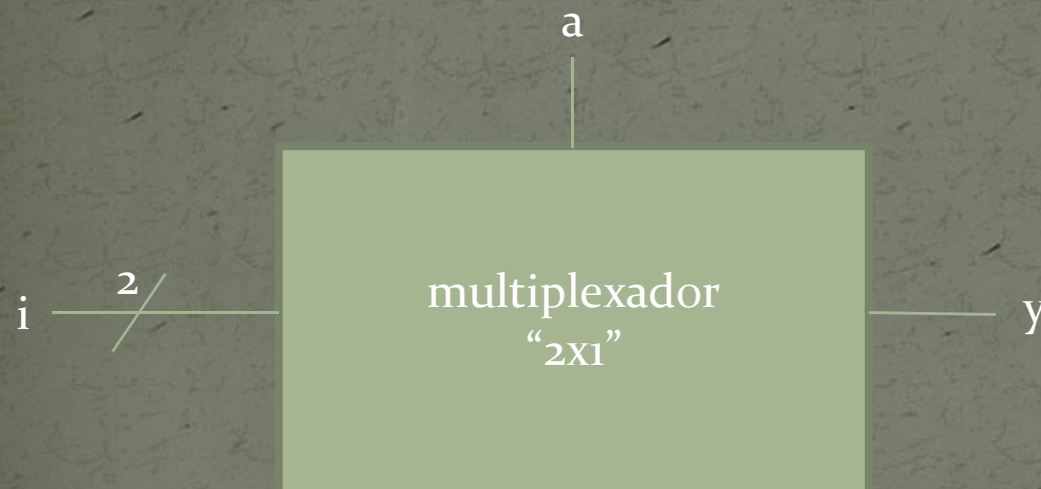

Figura 1
- Consideremos aqui um multiplexador “2x1” que opere de acordo com a Figura 1 e a Tabela 1.